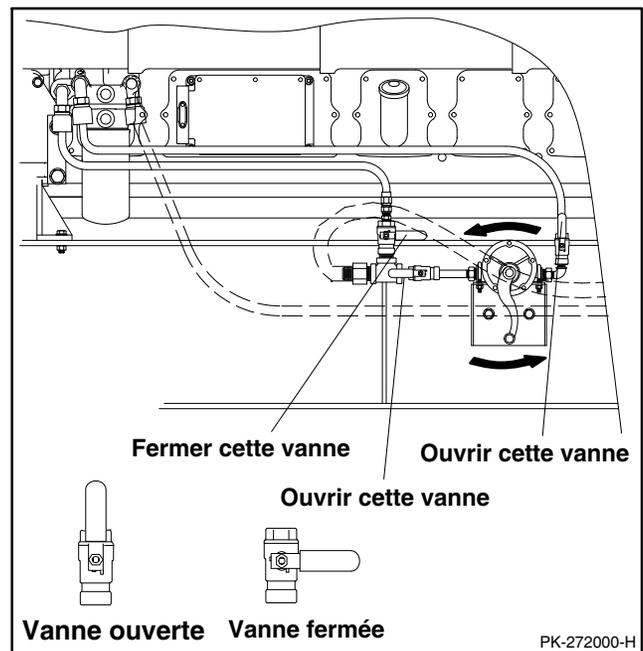

Figure 3-1 Pompe d'amorçage manuelle avec positions de vannes pour l'amorçage de carburant (groupe électrogène sans préfiltre à carburant illustré), Typique
1. Placer les vannes de carburant en position d'amorçage dans le système de carburant. Fermer la vanne de carburant située entre le T du tuyau et le moteur. Ouvrir les vannes de carburant de chaque côté de la pompe d'amorçage de carburant. Voir Figure 3-1.